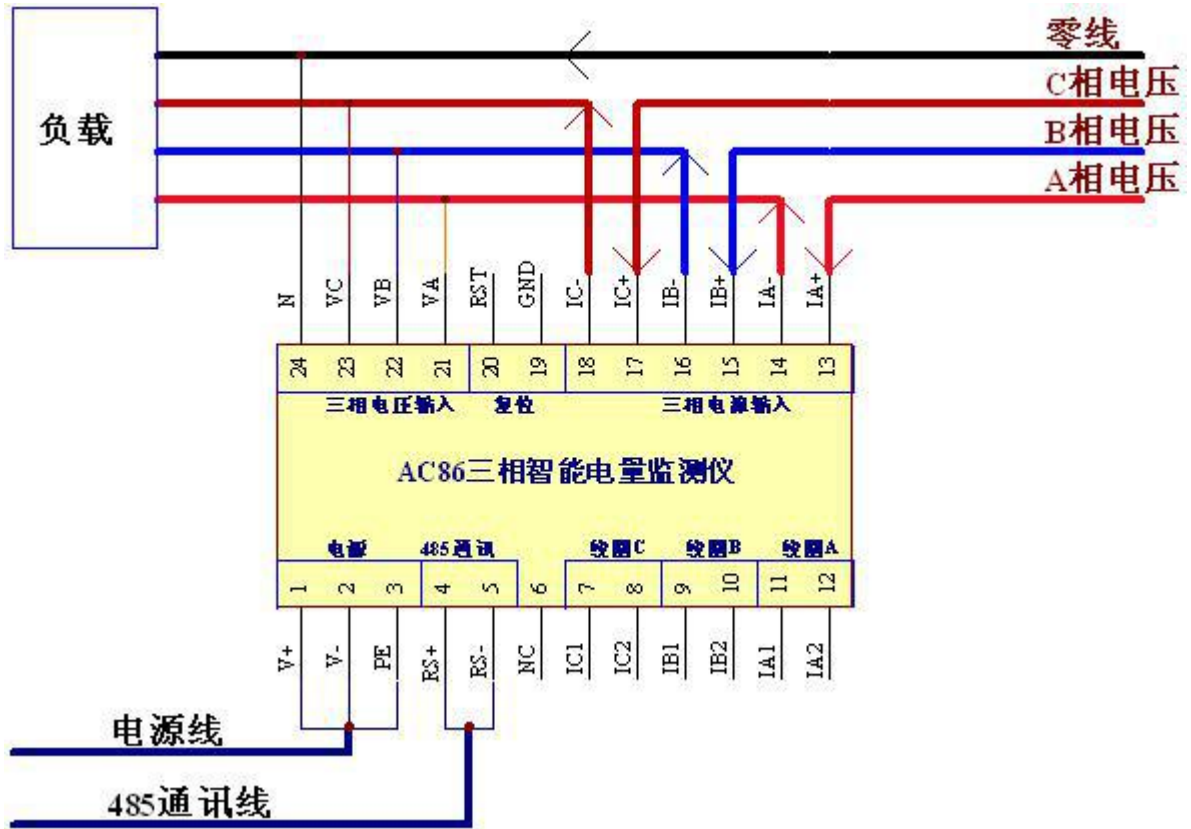

图 2（内部互感器接线法）
- 3、 三相电流输入端（IA+,IA-,IB+,IB-,IC+,IC-）在仪器内部已经配备精密电流互感器，该端口的电流输入范围是 0~10A/AC，最大测量 15A/AC。接线时用户需将三相电压的对应火线截断，一进一出的方式接在相应的端口上。（例：电流从 IA+端口进，从 IA-端口出）具体接线方式见图 2（内部互感器接线法）注意：电压、电流在接线时 A、B、C 三相要一一对应，否则会影响数据的测量。
- 4、 线圈 A、线圈 B、线圈 C 接线端接外部电流互感器。线圈的测量误差在出厂时已经校正，建议用户在接线圈时按照线圈上标号与仪器接线端一一对应连接。具体接线方法见图 2（外部互感器接线法）